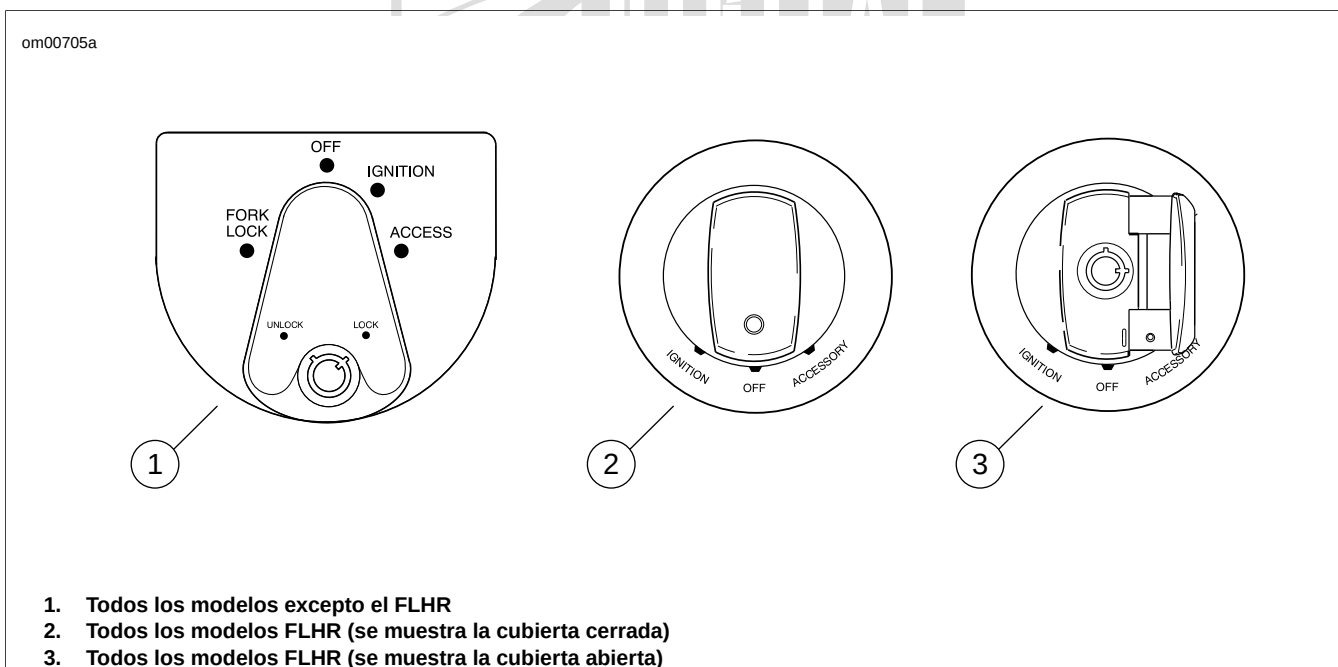

Figura 4-5. Interruptor de encendido: Modelos Touring
- Vea Figura 4-5. El interruptor está en IGNITION (encendido) y el interruptor de parada del motor está en MARCHA (aunque el motor **no** esté funcionando).